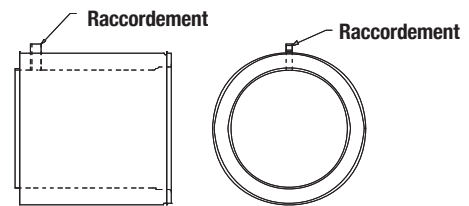

Figure 69 - Section avec raccordement à embout fileté
2. La section avec raccordement permet de fixer un gicleur ou un manchon au conduit à l'aide d'une connexion fileté NPT de 1 po fixée à la paroi intérieure. Quand le conduit est vertical, l'embout fileté peut être placé à l'endroit le plus commode. Voir **Figure 69**.